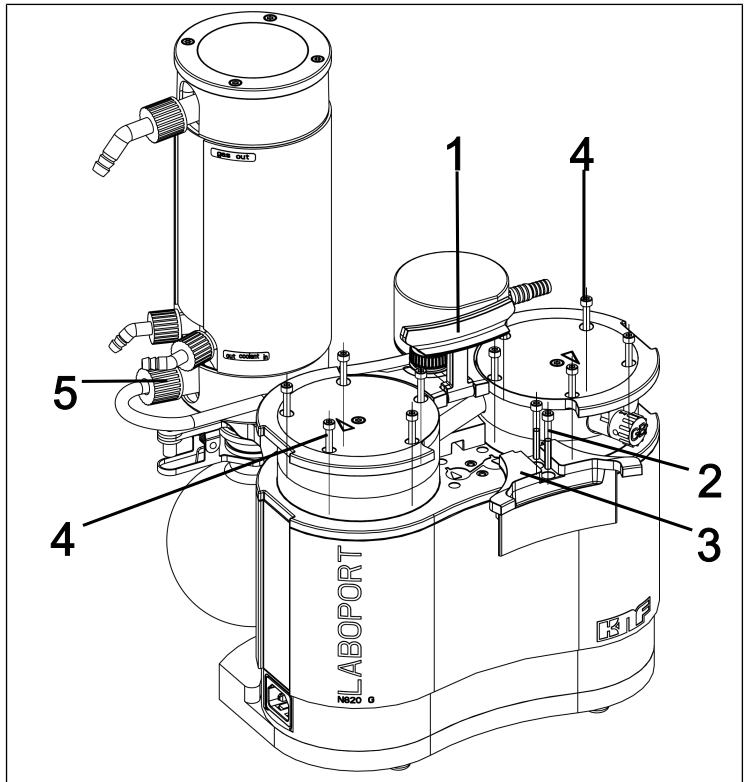

Fig.12: Desmontaje de la cubierta del asa
3. Aflojar la tuerca de unión de la conexión de manguera (5/ Fig. 12) del componente del sistema de vacío.
4. Poner el asa (1/ Fig. 12) en posición vertical.
5. Aflojar los dos tornillos (2/ Fig. 12) de la cubierta del asa (3/ Fig. 12).
6. Retirar la cubierta del asa (3/ Fig. 12).
7. Aflojar los 10 tornillos con cabeza exteriores (4/ Fig. 12) de los dos cabezales de la bomba.
8. Extraer los 10 tornillos con cabeza exteriores (4/ Fig. 12) de los dos cabezales de la bomba.
1. Hacer una marca continua con un lápiz en la placa de presión (2), la tapa del cabezal (3) y la placa intermedia (6). Esto evita el montaje posterior incorrecto de las piezas.
2. Extraer los tornillos exteriores (4/ Fig. 12) de los cabezales de la bomba.
9. Colocar los 10 tornillos exteriores (4/ Fig. 12) en el cabezal de la bomba y apretarlos de forma cruzada (par de apriete: SH/SR820G: 4 Nm; SR/SH840G: 5 Nm)
i Si no se utilizan tornillos exteriores (4/ Fig. 12) en el cabezal de la bomba, soltar el tornillo con cabeza interior (1) y comprobar el asiento de la tapa del cabezal (3) en la placa intermedia (6).
11. Apretar a mano la tuerca de unión de la conexión de manguera (5/ Fig. 12) del condensador de alto rendimiento (2/ Fig. 3).
1. Montar la cubierta del asa (**3**/Fig. 12).
2. Apretar los tornillos (**2**/Fig. 12) de la cubierta del asa (**3**/Fig. 12) (par de apriete: 2 Nm).